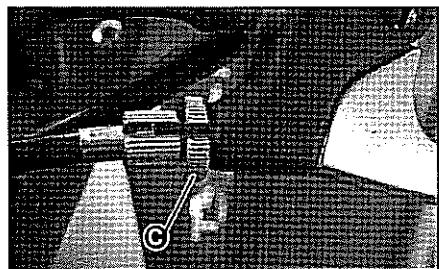

Fig. 2
2. Le levier de commande d'embrayage doit présenter en son extrémité in trajet à vide de 8 mm environ. Intervenez sur la vis de réglage "C" (Fig. 2). Dans le cas où l'embrayage "ne s'accouplerait pas" ou "qu'il resterait en permanence collé" régler la vis de réglage sous le couvercle droit. Faites réaliser cette opération par un concessionnaire ou un distributeur DERBI.